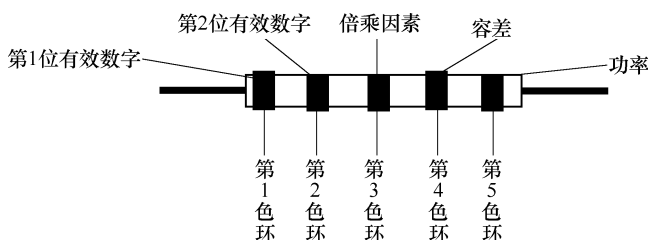

图 4-3 五色环电阻表示方法
2) 五色环电阻就是指用5条色环表示阻值的电阻，如图4-3所示。从左向右数，前3个色环为该电阻的有效数字；第4色环表示有效数字的倍率；第5色环为阻值允许偏差，多数棕色1%。五色环电阻的第4和第5色环相隔距离比较远。